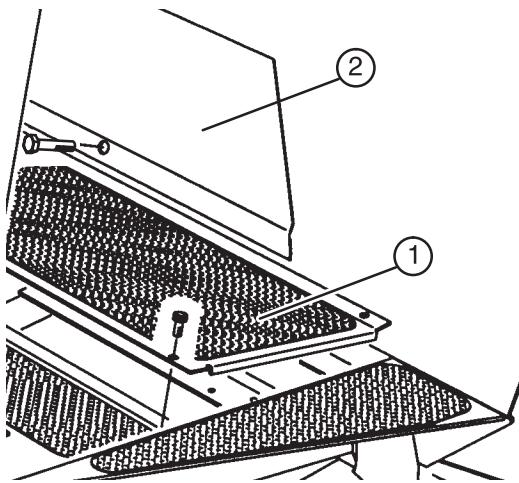

図5
1. フロア・パネルの左前隅の固定ボルトを取り外す(図5)。
2. 付属部品のフランジヘッド・キャップスクリュ(5/16 × 5/8 ")を取り付ける(図5)。